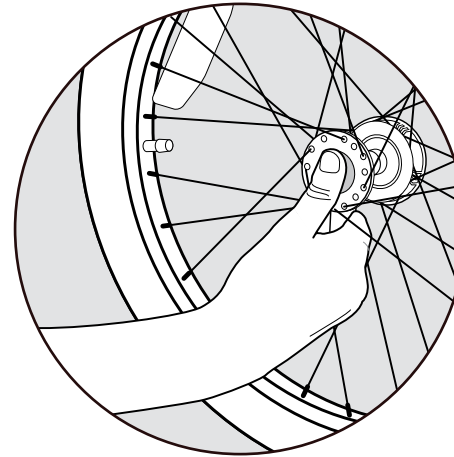

Figure 11
1. Appuyez sur le bouton en caoutchouc sur l'extérieur du moyeu de la roue (Figure 11).